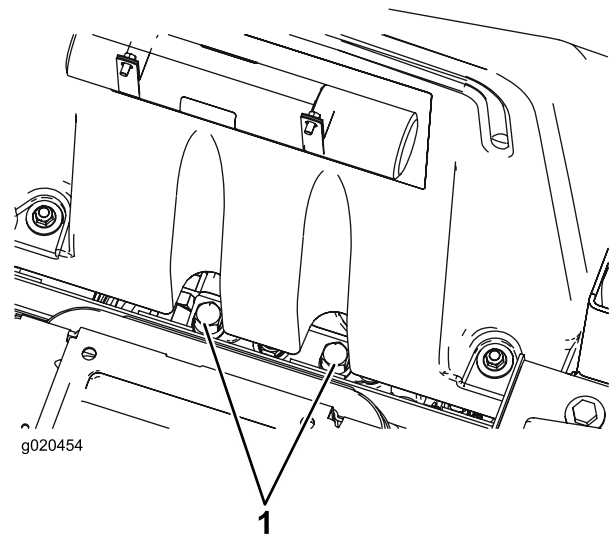

Figure 60
1. Soulevez le siège et localisez les vannes de dérivation qui sont situées sous l'avant du réservoir de carburant (Figure 60).